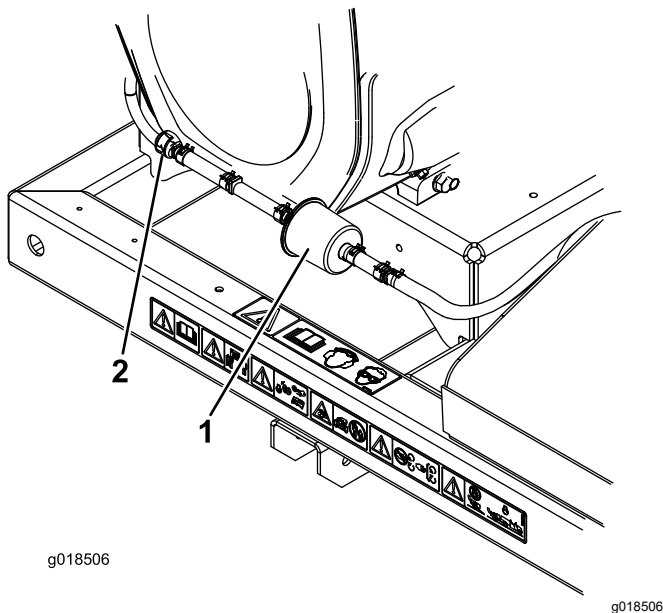

Figura 15
2. Afaste as braçadeiras de tubos do tipo mola em ambos os lados do filtro da linha de purga do recipiente de carbono para longe do filtro (Figura 15).
3. Retire e deite fora o filtro de carbono (Figura 15).
4. Instale um novo filtro no tubo com a seta no filtro a apontar na direção da válvula de verificação e prenda-o com as braçadeiras de tubos (Figura 15).